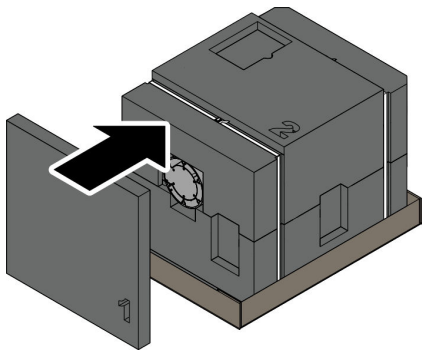

Abb. 99 Verpackungsteil 1 einsetzen
11. Mit dem Verpackungsteil 1 die Roboterbox verschließen **Abb. 99**.